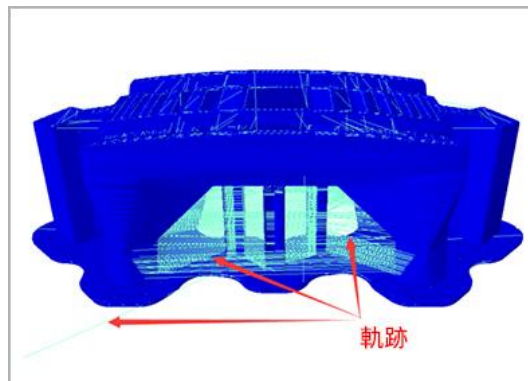

図 15, 空走軌跡の概略図
(8)空走速度 (単位 mm/s) : 図 15 中の矢印で示すように、ノズルがフィラメントを押し出さない時の移動速度、推奨速度は 10-150mm/s です。